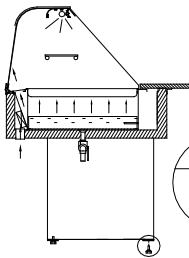

Рис.5 Удаление деревянного поддона
- Распаковать оборудование и удалить деревянный поддон, находящийся на подставке (не касается витрин с камерой хранения и передвижных) Рис.5 (стр.24)